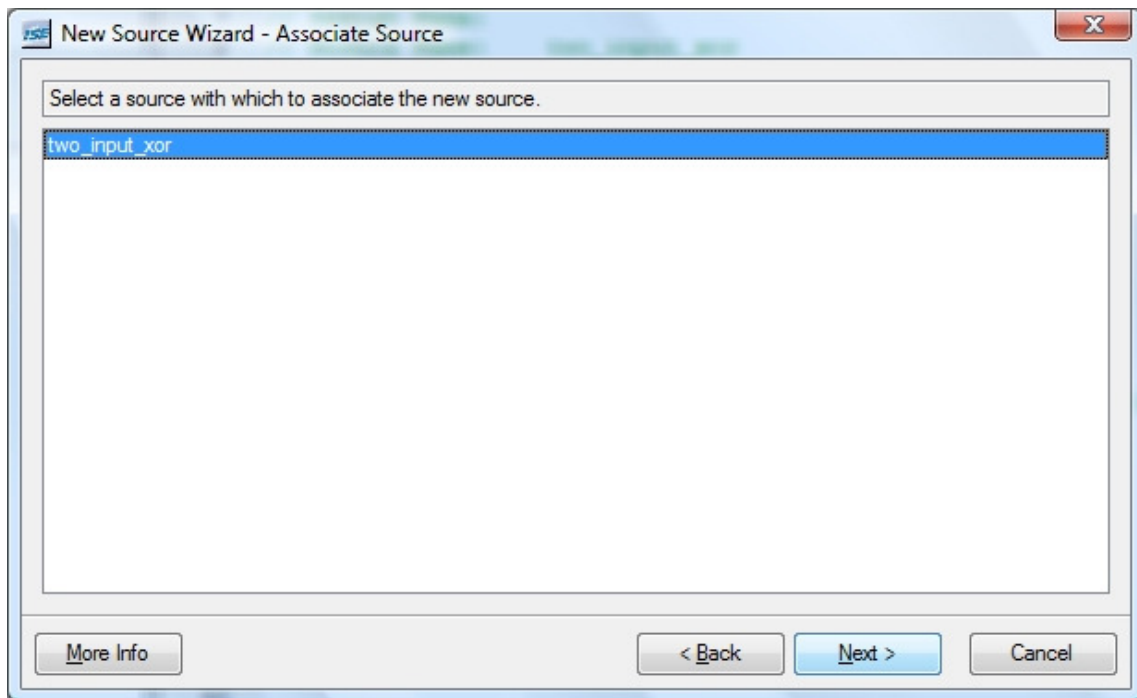

Figura 4.3
- Ulterior se alege modulul caruia i se ataseaza fisierul de simulare (Figura 4.3).